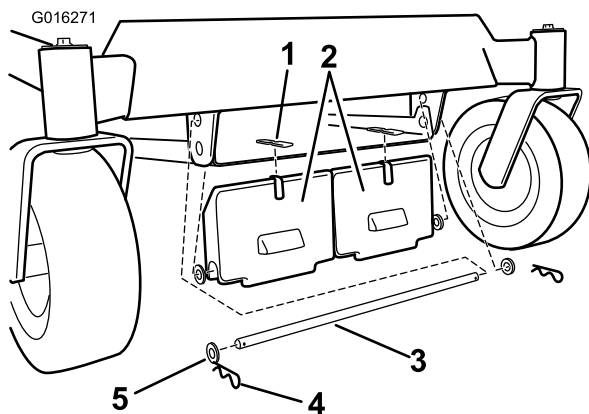

Figure 24
- Montez la masse à l'avant du cadre de la machine. Fixez la masse avec une tige, quatre rondelles et deux goupilles fendues, comme montré à la Figure 24.